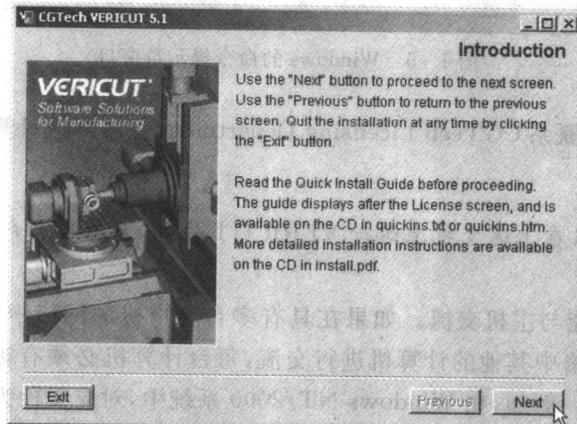

图 1-7 “Introduction”对话框
(2) 单击“Next”按钮, 弹出如图 1-7 所示的“Introduction”对话框, 介绍软件安装前的注意事项, 例如, 可以通过阅读该安装盘中的 install.pdf 文件内容来了解软件的安装知识。